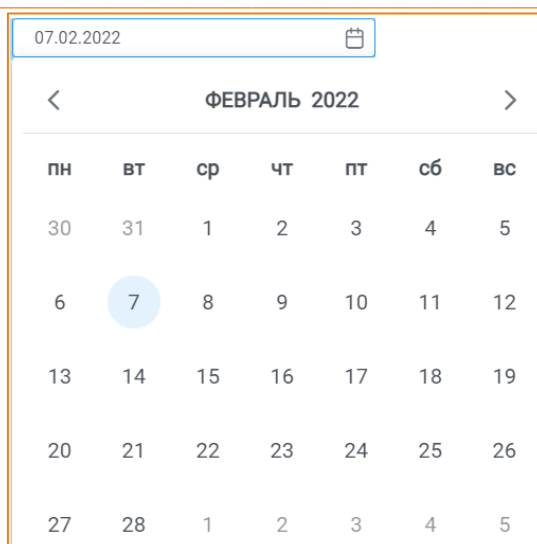

Рис. 206 – Календарь
- **Действует с** – следует указать дату начала действия версии графика. Выбор даты выполняется с помощью календаря, вызываемого кликом по данному полю (Рис. 206);